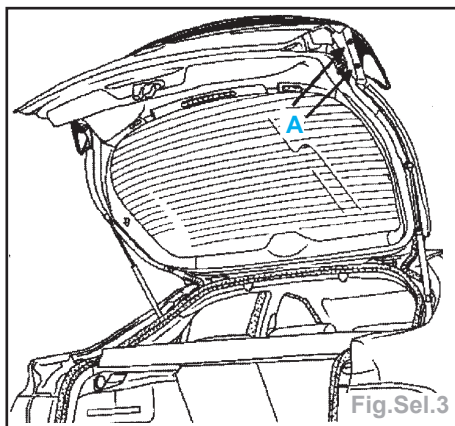

Fig.Sel.3
- l'aileron arrière : 4 vis **A** M6 (Fig.Sel.3),